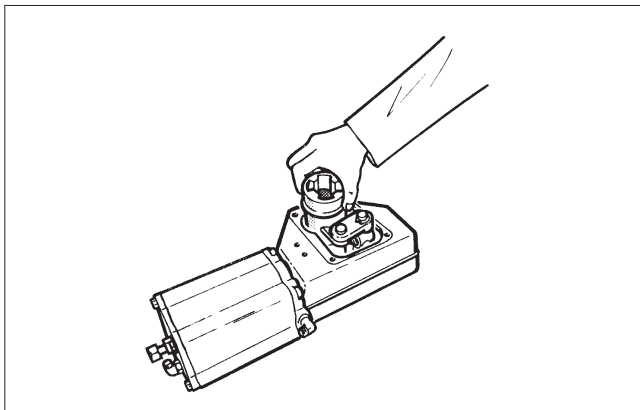

Fig. 15 Retrait du mécanisme du carter
- Tourner le bras de levier (3) de façon que le palier se détache de la tige du piston (10). Lever et sortir du carter le mécanisme complet. Cf. Figure 15.
- Tourner le bras de levier (3) de façon que le palier (5) se détache de la tige du piston. Lever et sortir du carter le mécanisme complet. Cf. Figure 15.